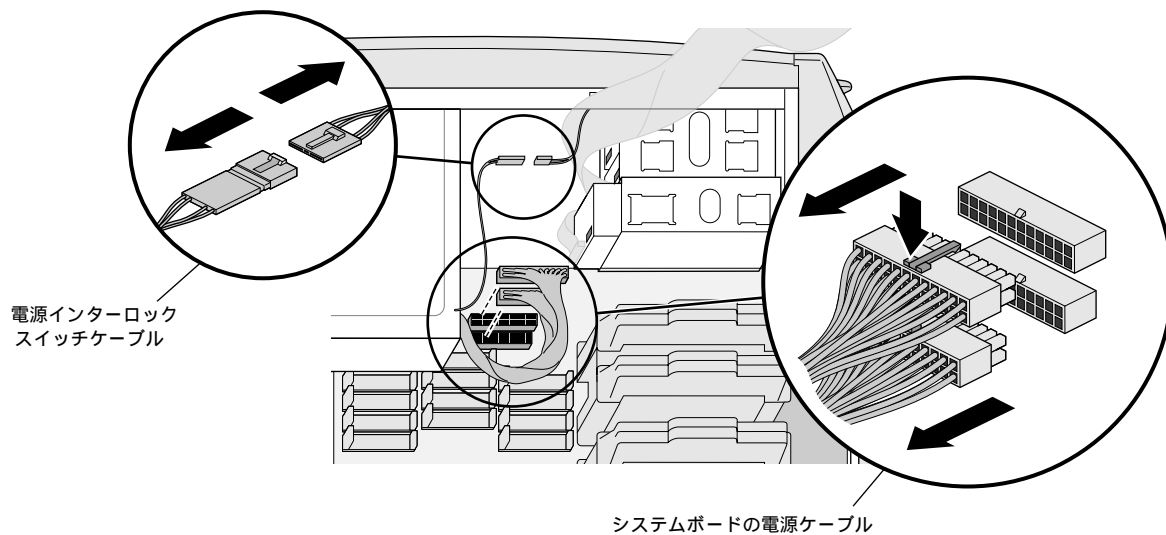

図 7-3 システムボード電源ケーブルと電源インターロックケーブルの取り外し
5. 電源インターロックスイッチケーブルの接続部分を取り外します (図 7-3)。